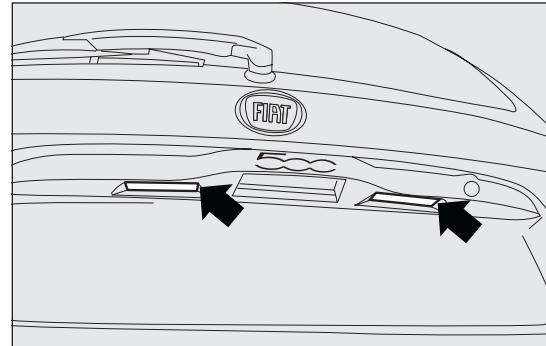

Abb. 119
- Auf den vom Pfeil Abb. 119 angegebenen Punkt einwirken und die Scheibe A entfernen;